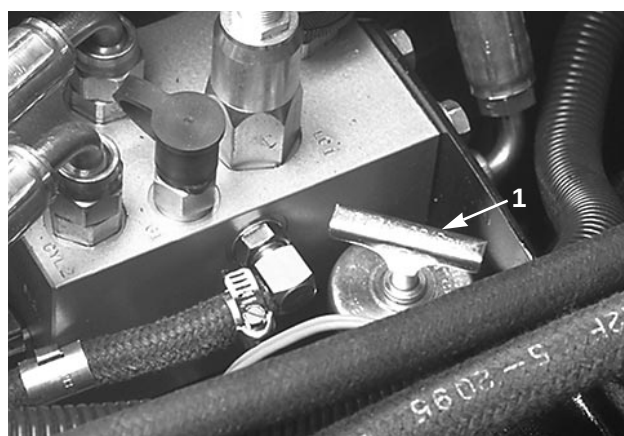

Figure 28
7. Enlever la jauge du goulot de remplissage de l'essieu (Fig. 28) et remplir l'essieu jusqu'au niveau approprié avec de l'huile Mobil 424.